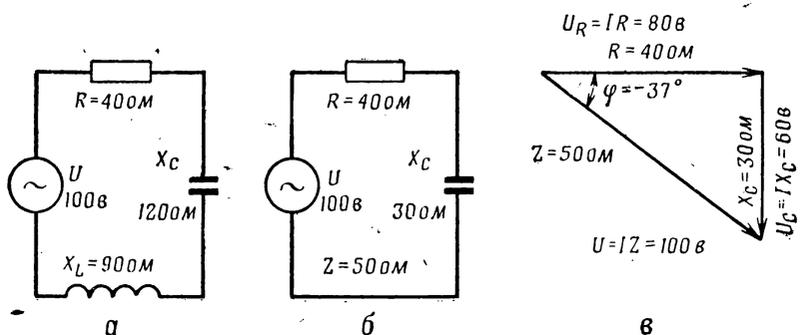
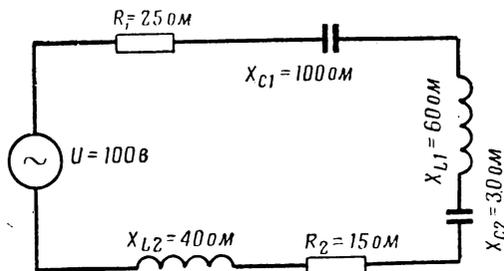

Рис. 186. Общее сопротивление  $Z$  последовательной цепи:
Рис. 187. Сложная цепь переменного тока
Возьмем для примера цепь, показанную на рис. 186. Здесь действующее последовательное реактивное сопротивление емкостное, потому что  $X_C > X_L$  ( $120 - 90 = 30$  ом). А так как в цепи еще есть последовательно включенное активное сопротивление  $R = 40$  ом (рис. 186, б), то по формуле (72)
Фазовый угол  $\operatorname{tg} \varphi = \frac{X}{R}$ . Так как в данном примере  $X = X_C = 30$  ом, а  $R = 40$  ом, то  $\varphi \approx -37^\circ$ . Знак «минус» означает, что напряжение генератора  $U$  отстает на  $37^\circ$  от тока  $I$  (рис. 186, в).
Подсчитаем общие активное и реактивное сопротивления цепи, приведенной на рис. 187. Общее активное сопротивление
$R = R_1 + R_2 = 40$  ом (порядок подключения  $R_1$  и  $R_2$  не имеет значения, поскольку ток во всей цепи один и тот же). Общее емкостное сопротивление  $X_C = X_{C1} + X_{C2} = 130$  ом. Общее индуктивное сопротивление  $X_L = X_{L1} + X_{L2} = 100$  ом. Общее реактивное сопротивление  $X = X_C - X_L = 130 - 100 = 30$  ом; оно емкостное. Цепь рис. 187 эквивалентна цепи рис. 186, б.